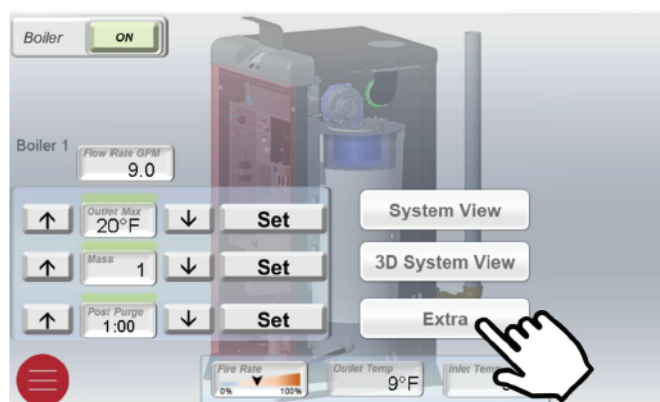

Figure 79. Chaudière 1 "Bouton supplémentaire"
4. Tapez sur le bouton "Extra" conformément à la Figure 79.